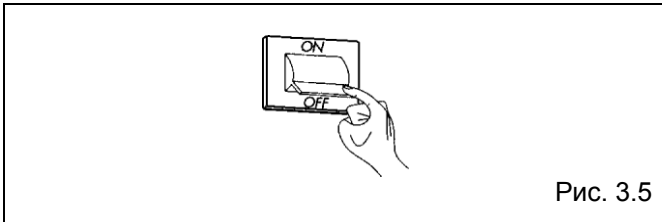

Рис. 3.5
- отключите электропитание котла, переведя главный выключатель в положение «выключено» (рис. 3.5)